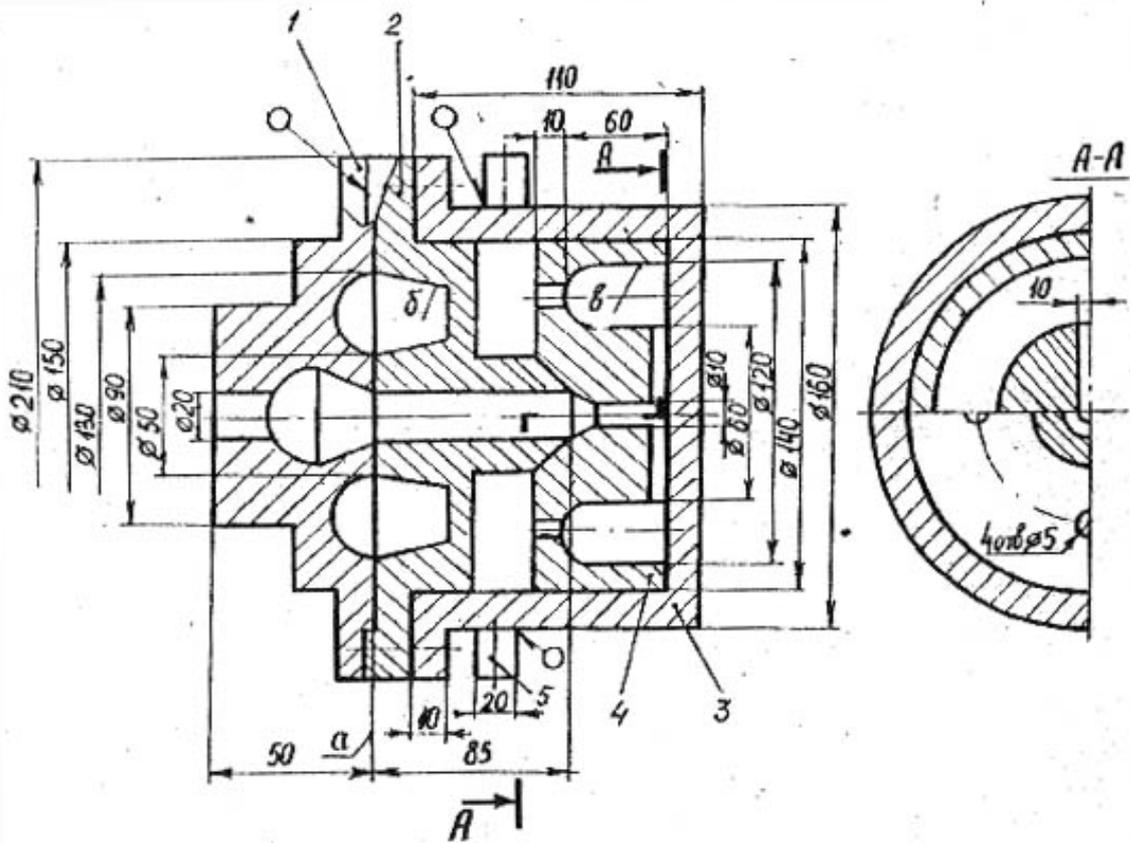

Рис. 14. Учебный узел 14
*Рис. 14.* Заготовку детали 3 (материал сталь 50Л, производство единичное) получить литьем, припуски нанести на левую торцевую поверхность и внутренние поверхности. Заготовку детали 2 (материал сталь 40, производство массовое) выполнить горячей объемной штамповкой, припуски нанести на все поверхности. Обработать резанием поверхности "а", "б" и отверстие диаметром 20 мм детали 2. Сварить детали 3 и 5 (производство единичное, материал детали 5 – сталь 50).
*Рис. 14.* Получить литьем заготовку детали 4 (материал СЧ40, производство единичное), припуски нанести на все поверхности. Заготовку детали 1 (материал сталь 40, производство массовое) изготовить горячей объемной штамповкой, припуски нанести на все поверхности. Обработать резанием поверхность "в", паз шириной 10 мм и четыре отверстия диаметром 5 мм. Сварить детали 1 и 2, производство массовое, требуется герметичность материала шва.